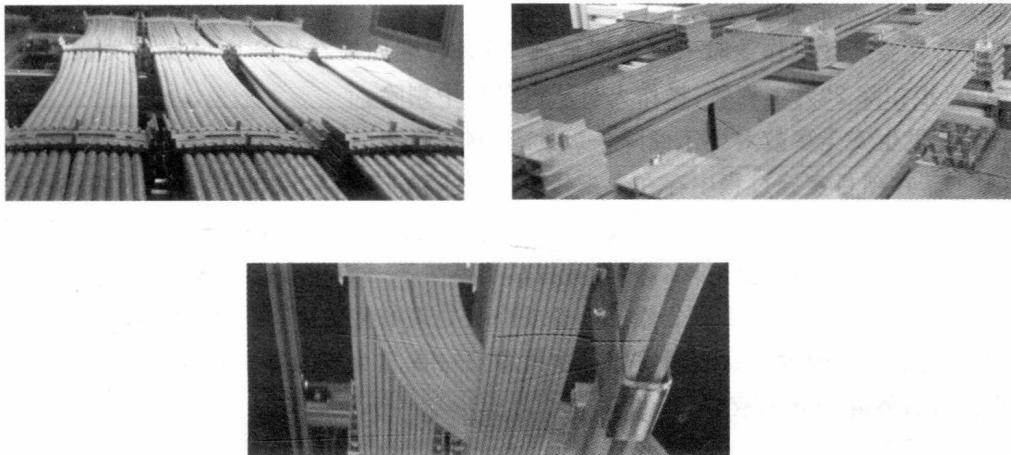

图 1-1
- (1) 施工时必须做到:水平光缆横平竖直(见图 1-1);标签内容准确、清晰;光缆余长可盘绕在机柜顶部或者核心网络区域机架内部。
- (2) 本排机架施工生产、带外网线,直接在机柜顶部连接隔壁机架网络设备或者服务器,网线不上弱电桥架。
- (3) 跨排机架施工生产、带外网线,相关线路必须上弱电桥架后再连接相关机架网络设备或服务器。
- (4) 网线余长以圆形盘圈方式盘放在机架顶部或机柜壁上。